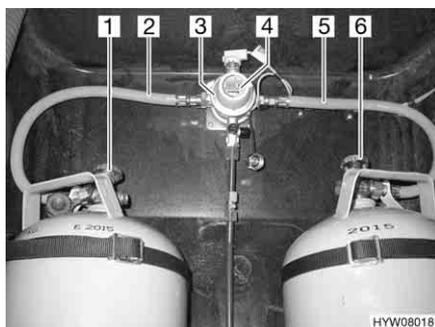
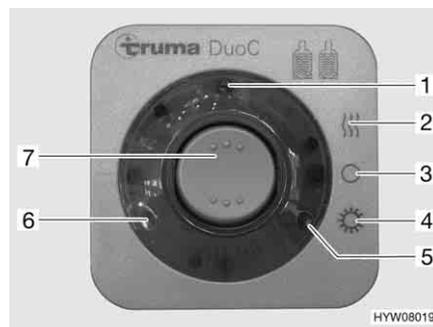

Fig. 123 Impianto di commutazione DuoControl
Fig. 124 Centralina di controllo
L'impianto di commutazione DuoControl è costituito da una valvola di commutazione (Fig. 123,3) e da una centralina di controllo (Fig. 124). La valvola di commutazione è installata tra i tubi del gas (Fig. 123,2 e 5). Con la manopola (Fig. 123,4) sulla valvola di commutazione è possibile stabilire, quale delle bombole del gas viene utilizzata come bombola in uso e quale bombola del gas viene utilizzata come bombola di riserva.
Sulla centralina di controllo (Fig. 124) possono venire azionate solo le funzioni elettriche. Le valvole principali di arresto delle bombole del gas (Fig. 123,1 e 6) devono essere aperti manualmente.
La valvola di commutazione garantisce una pressione del gas costante, indipendentemente da quale bombola provenga l'alimentazione del gas. Le due spie di controllo sulla centralina di controllo indicano il livello di riempimento della bombola in uso. Se è accesa la spia di controllo verde (Fig. 124,6), la bombola in uso è piena. Se è accesa la spia di controllo rossa (Fig. 124,5), la bombola in uso è vuota. Il rifornimento di gas avviene poi tramite la bombola di riserva.
- Aprire le valvole principali di arresto delle bombole del gas (Fig. 123,1 e 6).
- Con la manopola (Fig. 123,4) sulla valvola di commutazione (Fig. 123,3) selezionare la bombola del gas, da cui proviene la principale alimentazione del gas (bombola in uso).
- Sulla centralina di controllo (Fig. 124) attivare l'impianto di commutazione DuoControl.
Posizionare l'interruttore a bilico (Fig. 124,7) su funzionamento invernale "On e riscaldamento" (Fig. 124,2) oppure su funzionamento estivo "On" (Fig. 124,4). La valvola di commutazione è ora disareata. La spia di controllo gialla (Fig. 124,1) è accesa, se si seleziona la modalità di funzionamento invernale e l'impianto antighiaccio con regolatore è attivato.
- Portare l'interruttore a bilico (Fig. 124,7) in posizione "O" (Fig. 124,3). La spia gialla di controllo (Fig. 124,1) si spegne.
- Chiudere le valvole principali di arresto delle bombole del gas (Fig. 123,1 e 6).
Le spie di controllo sulla centralina di controllo (Fig. 124,5 e 6) segnalano all'interno del veicolo, se la bombola in uso è pronta al funzionamento.
Se la spia di controllo verde (Fig. 124,6) si spegne durante il funzionamento e la spia di controllo rossa (Fig. 124,5) si accende, significa che la bombola del gas selezionata come bombola in uso è vuota e deve essere sostituita. La bombola di riserva continua ad alimentare le utenze a gas.